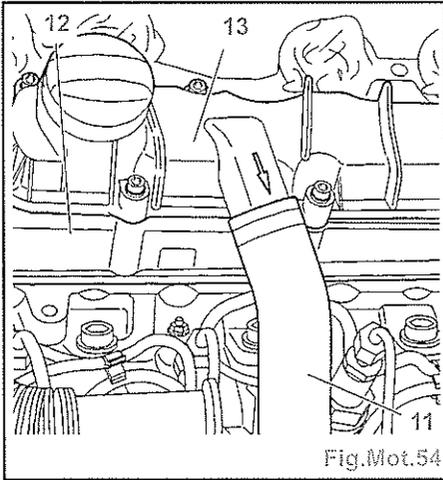

Fig.Mot.54
- les vis (8),
- la vis (9).
- la vis (9),
- le pignon d'arbre à cames (7),
- le moyeu d'arbre à cames (10).
- Désaccoupler et écarter la durit (11) (Fig.Mot.54).
- le couvre-culasse supérieur (13) (avec déshuileur intégré),
- le couvre-culasse inférieur (12).